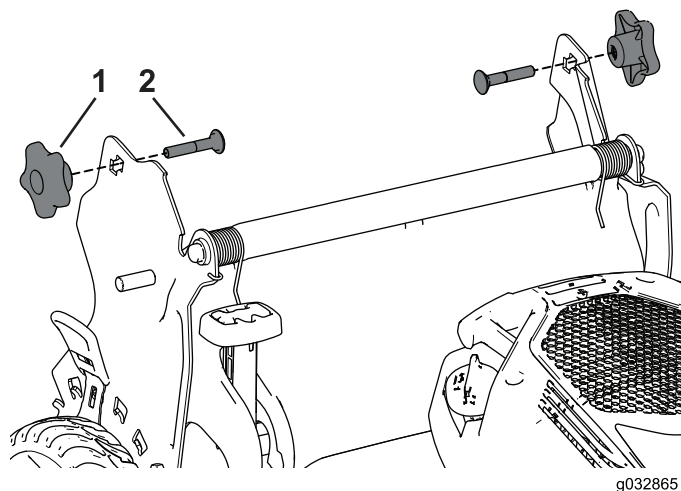

**Figura 27**
2. Doble el manillar girándolo hacia adelante (Figura 27).